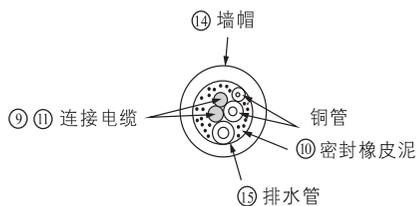

图36
- 2 用附件⑭墙帽及附件⑩密封橡皮泥来整理墙上的洞, 如图34、图35及图36。